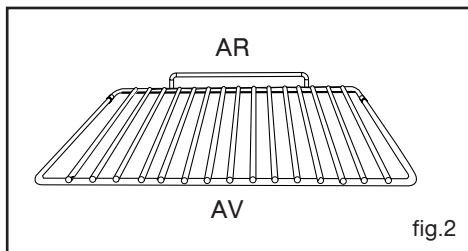

fig.2
• **Grille sécurité anti-basculement fig.2**